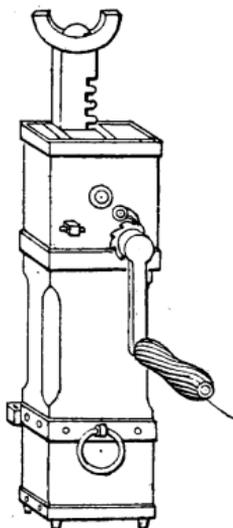

Fig. 170.
**Cric** (fig. 170). — Le cric est un mécanisme servant à soulever les fardeaux. Il est mû à la main par une manivelle montée sur un arbre dans lequel quatre dents d'un petit pignon sont taillées en pleine matière et engrènent avec une crémaillère verticale mobile ; le rapport du levier
(1) Incendie d'un train du Métropolitain de Paris en août 1903 (plus de 100 victimes).